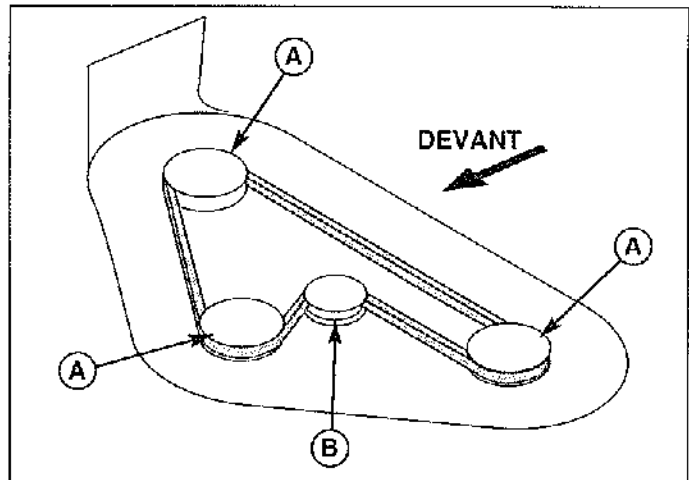

Figure 64. Acheminement de la courroie de tondeuse - Tous les modèles
6. Installer la nouvelle courroie comme illustré à la figure 64. Veiller à ce que le côté trapézoïdal de la courroie s'engage dans les gorges de la poulie d'arbre (A) et que son côté plat se trouve contre le galet tendeur (B).